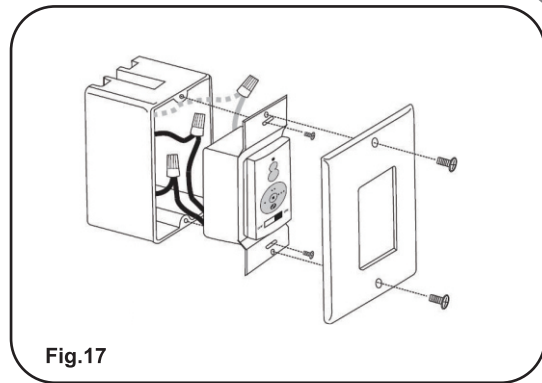

Fig.17
Paso 3. (Fig. 17) Cuidadosamente meta las conexiones dentro de la caja de distribucion. Asegure el transmisor con los dos tornillos proveidos. El transmisor de pared proveido incluye cubiertas decorativas de pared y del control en dos diferentes terminados. Si desea remplazar la cubierta del control de pared, use la una de su dedo o un desarmador plano de punta fina. Cuidadosamente despegue la cubierta decorativa del control de pared y remplacelo con la de color opcional. Instale la cubierta decorativa y asegurela con los dos tornillos proveidos.